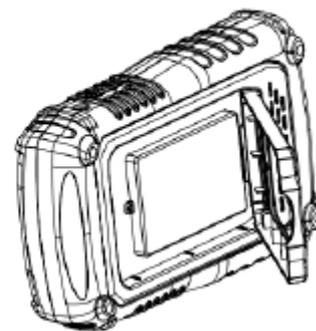

Figure 2
2. Ziehen Sie das Stützbein heraus und nehmen Sie den Batteriefachdeckel ab. Wie in Abbildung 2 dargestellt.